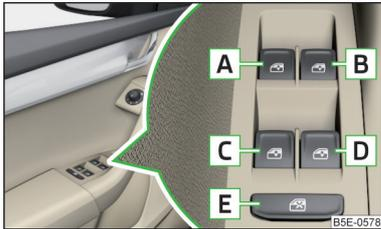

Abb. 41
**Tasten der Fensterheber** » Abb. 41
- Nach dem Öffnen der Fahrer- oder Beifahrertür ist die Bedienung der Fenster nur über die Taste **A** » Abb. 41 möglich, indem diese für 2 s gehalten bzw. gezogen wird.
- **oder:** Die Zündung ausschalten, die Fahrtür öffnen und die Taste  bis zum Anschlag in der Öffnungsstellung halten » **Abb. 41 auf Seite 61.**
- **oder:** Die Zündung ausschalten, die Fahrtür öffnen und die Taste  bis zum Anschlag in der Schließstellung halten » **Abb. 41 auf Seite 61.**